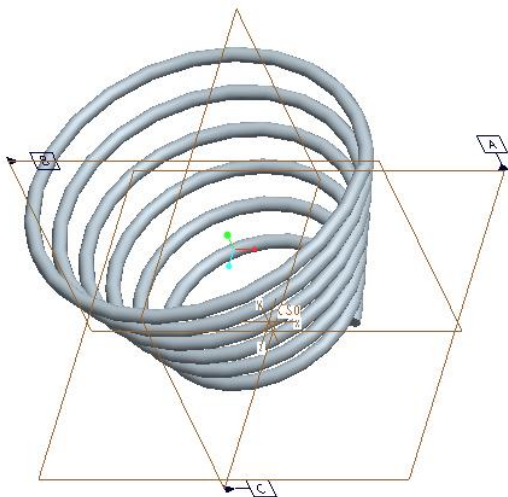

図 9-45 スイープ突起
- プレビューをクリックすると、台形螺旋コイル状バネ部品が得られる（図 9-45）に示す。OK をするとメニューボックスが消える。